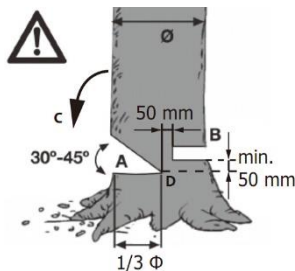

Abb. 16
Einschnitt zum Fällen (Abb. 16)
Beim Fällen erfolgt zunächst der Einschnitt (A) im rechten Winkel zur Fallrichtung bis in die Tiefe von 1/3 des Baumstammdurchmessers, siehe Abb. 16. Zunächst erfolgt der horizontale Schnitt (A). Dadurch wird das Einklemmen der Kette oder des Schwertes beim zweiten Schnitt, d.h. beim Fertigstellen des Schnitts,